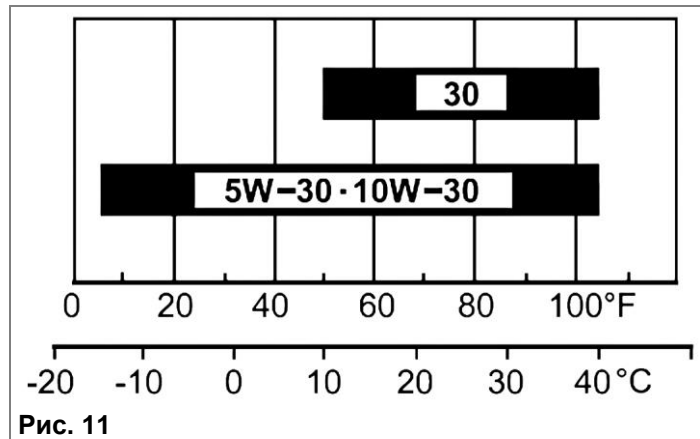
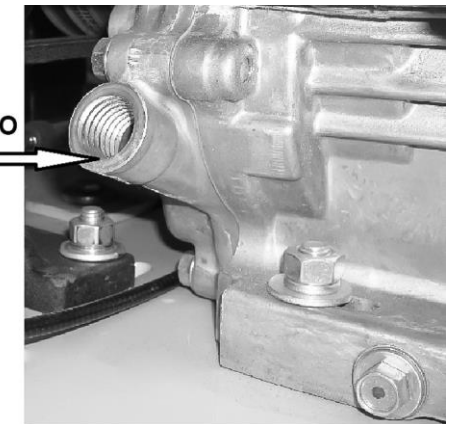

Рис. 11
Рис. 16
8.1.5. Если уровень масла оказывается вблизи или ниже минимальной отметки на щупе (29), долейте рекомендуемое масло (п. 8.1., Рис. 11) до уровня верхней отметки на щупе (29) (нижний край маслоналивного отверстия (Рис. 16)). Не наливайте масло выше уровня.
8.2.3. Наполните картер двигателя (4) рекомендуемым видом масла и проверьте уровень масла (см. п. 8.1.5.) (Рис. 16).